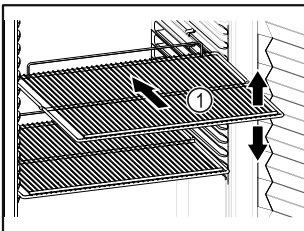

Fig. 56
- 如果存放格栅 Fig. 56 (1)可移动，则根据高度进行调整。